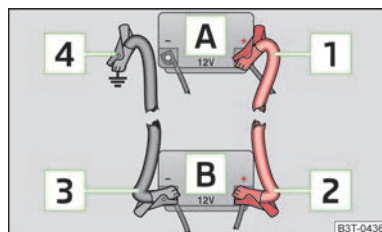

Fig. 161
- Conectar un extremo **1** » fig. 161 al polo positivo de la batería descargada **A**.
- Conectar un extremo **3** » fig. 161 al polo negativo de la batería auxiliar **B**.